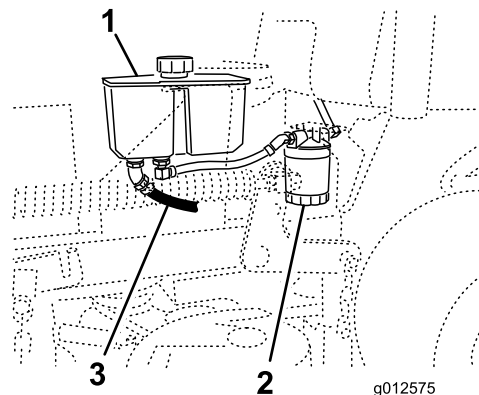

Figure 75
4. Trouvez le flexible hydraulique avant sous le réservoir hydraulique et placez le bac de vidange sous le réservoir (Figure 75).